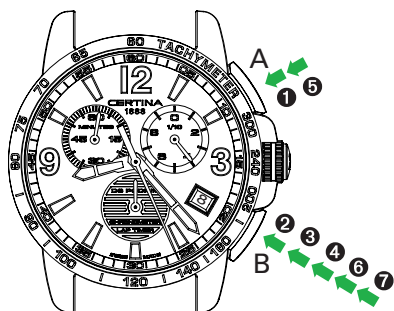

Fig. 2
**Letture del tempo 2 (come da Fig. 2)**